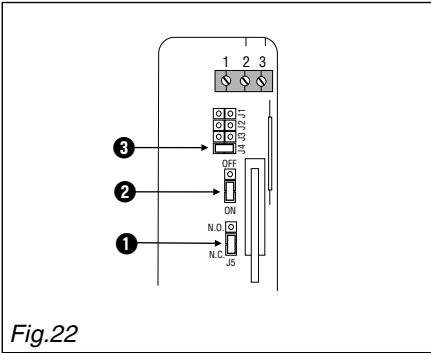

Fig.22
3.3.5 Mise en œuvre (fig. 22)
Si l'ampoule Reed n'est pas utilisée, elle doit toujours être fermée (cavalier ❷ fig. 22).